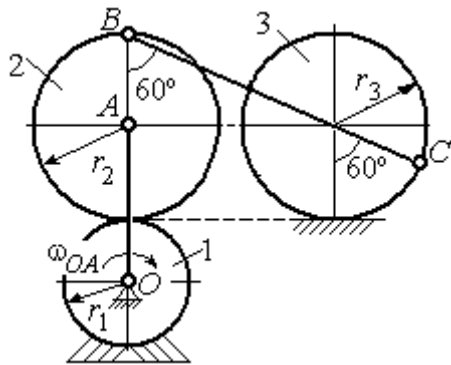

Рис. 2.19. Схема движения плоского механизма
**Задача 30.** В плоском механизме (рис. 2.19) кривошип  $OA$  вращается вокруг оси  $O$  с угловой скоростью  $\omega_{OA}$ . На конец  $A$  кривошипа насажена шестерня 2, находящаяся во внешнем зацеплении с неподвижным колесом 1. Радиусы колеса и шестерни  $r_1$  и  $r_2$ . Шестерня 2 соединяется с колесом 3 шатуном  $BC$ , закреплённым на шестерне в точке  $B$  и на колесе в точке  $C$ . Колесо 3 катится без скольжения по горизонтальной поверхности. Все соединения шарнирные. Качение шестерни 2 по неподвижному колесу 1 без проскальзывания. Для положения механизма, изображенного на рис. 2.19, определить скорости точек  $A$ ,  $B$ ,  $C$  и угловые скорости шатуна  $BC$ , шестерни 2 и колеса 3, если  $\omega_{OA} = 4$  рад/с;  $r_1 = 4$  см;  $r_2 = r_3 = 8$  см.
На конец  $A$  кривошипа насажена шестерня 2, находящаяся во внешнем зацеплении с неподвижным колесом 1. Радиусы колеса и шестерни  $r_1$  и  $r_2$ . Шестерня 2 соединяется с колесом 3 шатуном  $BC$ , закреплённым на шестерне в точке  $B$  и на колесе в точке  $C$ . Колесо 3 катится без скольжения по горизонтальной поверхности. Все соединения шарнирные. Качение шестерни 2 по неподвижному колесу 1 без проскальзывания. Для положения механизма, изображенного на рис. 2.19, определить скорости точек  $A$ ,  $B$ ,  $C$  и угловые скорости шатуна  $BC$ , шестерни 2 и колеса 3, если  $\omega_{OA} = 4$  рад/с;  $r_1 = 4$  см;  $r_2 = r_3 = 8$  см.
без скольжения по горизонтальной поверхности. Все соединения шарнирные. Качение шестерни 2 по неподвижному колесу 1 без проскальзывания. Для положения механизма, изображенного на рис. 2.19, определить скорости точек  $A$ ,  $B$ ,  $C$  и угловые скорости шатуна  $BC$ , шестерни 2 и колеса 3, если  $\omega_{OA} = 4$  рад/с;  $r_1 = 4$  см;  $r_2 = r_3 = 8$  см.